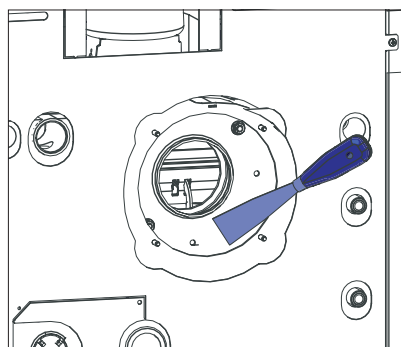

Fig. 33 Pulire l'interno della scatola del ventilatore
- Pulire completamente l'interno della scatola del ventilatore – Fig. 33.